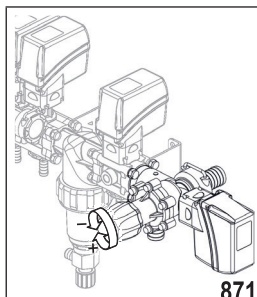

Рис. 8
5.1.2 Блоки с пропорциональным клапаном (Рис. 8)